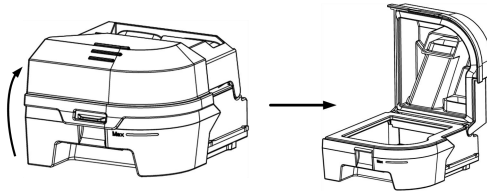

Fig. 16-1
(1) **Abrir a Câmara de Água:** Abra a tampa da câmara de água como mostrado na Fig. 16-1.